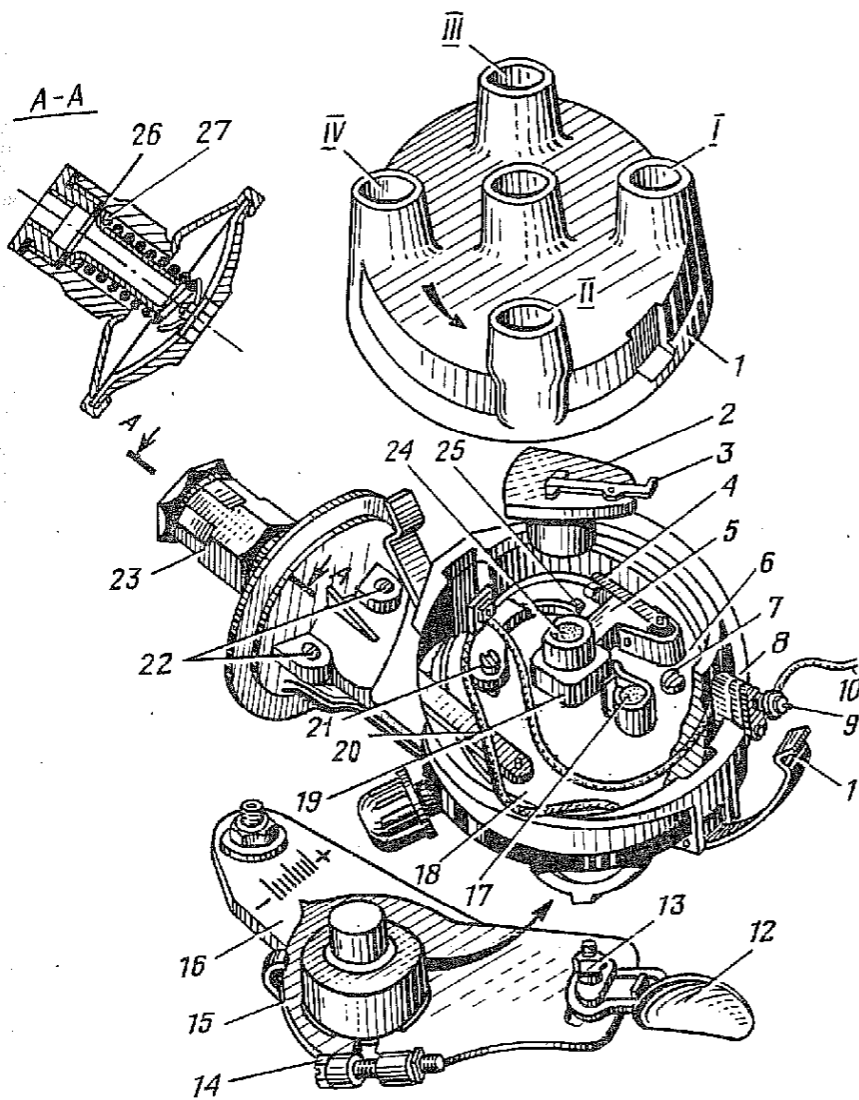

Рис. 93. Детали распределителя зажигания:
Вакуумный регулятор регулируется изменением толщины наборов регулировочных прокладок 26 (рис. 93) и 27: прокладками 26 регулируется максимальный угол опережения зажигания, а прокладками 27 — жесткость пружины.
- 1.3. Отсоединить от вывода 9 (рис. 93) распределителя провод 10, соединяющий катушку зажигания с распределителем (ключ 7).
- 2.4. Присоединить к распределителю провод 10 (рис. 93), соединяющий катушку зажигания с распределителем (ключ 7).
- 3.2. Откинуть защелки 11 (рис. 93), снять распределительную крышку 1 и ротор 2 распределителя зажигания.
4.3. Проверить положение ротора 2 (рис. 93): контактная пластина 3 ротора должна быть у контакта крышки с цифрой 1 (на корпусе у вывода 9 низкого напряжения). При другом положении следует ослабить болт 14, повернуть корпус выводом 9 к пластине ротора. Болт 14 не затягивать.
4.11.2. Ослабить гайку 13 (рис. 93) и рычагом 12 повернуть стрелку пластины 15 на необходимое число